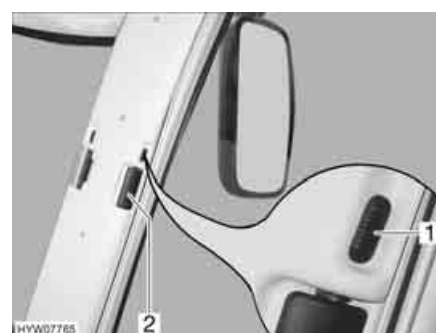

Fig. 60 Tendina oscurante pieghevole per il finestrino del conducente/passeggero
- Inserire fino all'arresto le tendine oscuranti pieghevoli per il finestrino del guidatore e del passeggero per la maniglia (Fig. 60,2).
- Spingere il bottone di bloccaggio (Fig. 60,1) in basso.